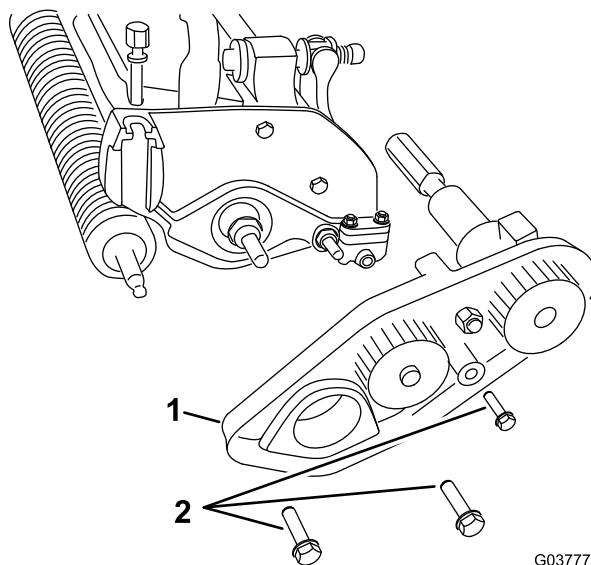

图8
4. 卸下将皮带驱动组件固定至滚刀组如配备的 3 个螺栓拆下整个组件图8。
- A. 使用之前拆下的 3 个螺栓将皮带驱动组件安装到滚刀组 图8。